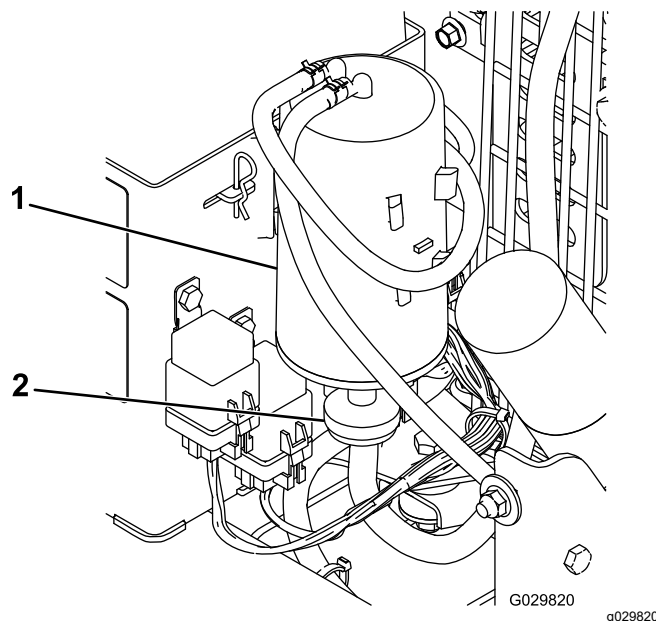

Figure 18
2. Déposez le filtre à charbon actif et mettez-le au rebut (Figure 18).